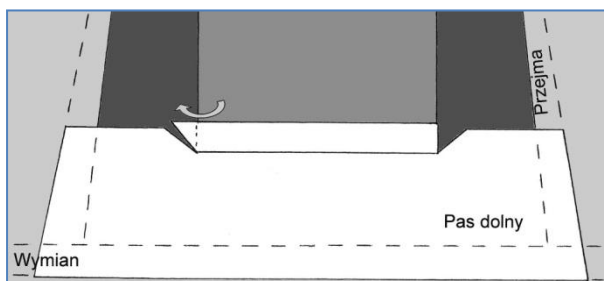

rys.5
3. Pierwszy pas **taśmy blaszanej** mocujemy w dolnej (po spadku) części komina. Taśmę przycinamy na długość określoną przez skrajne, zewnętrzne w stosunku do komina krawędzie przejm lub krokwi (rys.5). Tak przyciętą **taśmę blaszaną** nacinamy w części przylegającej do komina w sposób określony na rysunku nr 5.